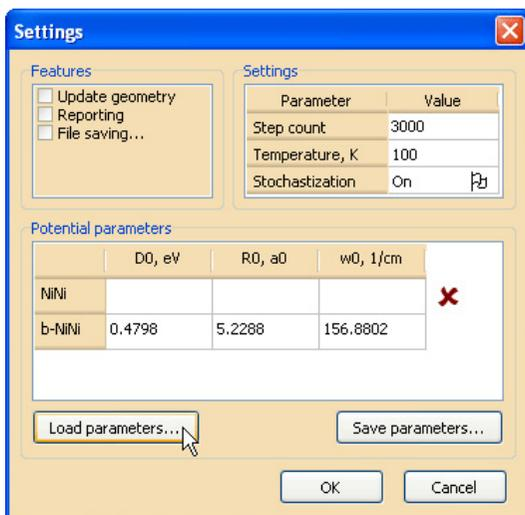

Рис. 21. Диалоговое окно выставления опций и параметров потенциалов
8. В «*NanoEvolver*» используются аппроксимирующие парные потенциалы в форме функции Морзе. Параметры потенциалов —  $D_0$  (энергия диссоциации),  $R_0$  (равновесное расстояние) и  $\omega$  (частота колебаний). В данной работе расчеты параметров потенциала связи Ni—Ni в нанокластере выполнены методом нелокального функционала плотности в пакете программ «Winbond». Указание параметров потенциалов, а также некоторых важных опций и параметров, влияющих на ход расчетной процедуры, производится в диалоговом окне *Settings* (см. рис. 21), вызвать которое можно с помощью команды *Set parameters...* меню *Edit*.